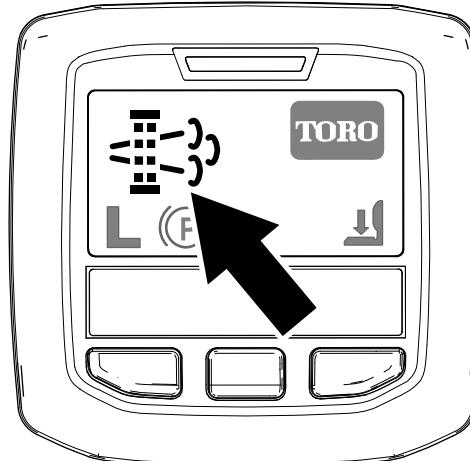

Bild 29
- Das Symbol für die geparkte Regenerierung wird im InfoCenter angezeigt (Bild 29).